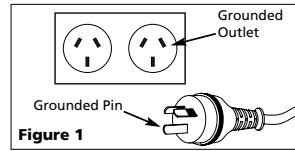

Figure 1
1. Ce produit est conçu pour l'utilisation d'un circuit de 120 volts et a une fiche de mise à la terre comme celle indiquée sur la Figure 1. Assurer que le modèle est branché à une prise de courant qui a la même configuration que la fiche. Ce produit doit être mis à la terre. Dans l'événement d'un court-circuit, la mise à la terre diminue le risque de secousse électrique en fournissant un fil d'échappement pour le courant électrique. Ce produit est équipé avec un cordon qui a un fil de terre avec une fiche de terre. Le cordon doit être branché dans une prise de